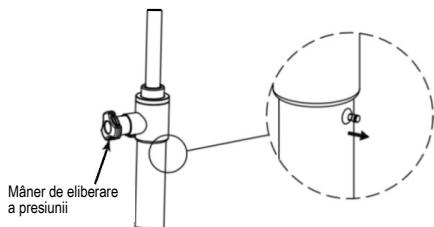

Fig. 5
3. Macara la vale: rotiți mânerul de eliberare a presiunii în sensul invers acelor de ceasornic (Fig. 5), eliberați mânerul și limitatorul de presiune se va închide automat.